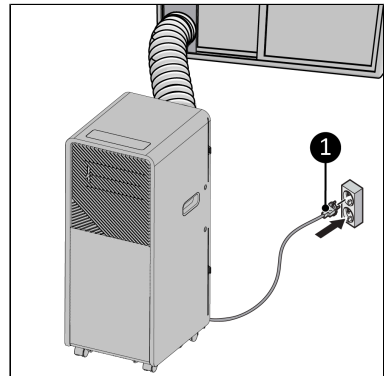

Abbildung 52.
8. Stecken Sie den Netzstecker (Abbildung 52, Pos. 1) in eine leicht zugängliche geerdete Steckdose. Verwenden Sie eine geerdete Steckdose mit einer Mindestleistung von: